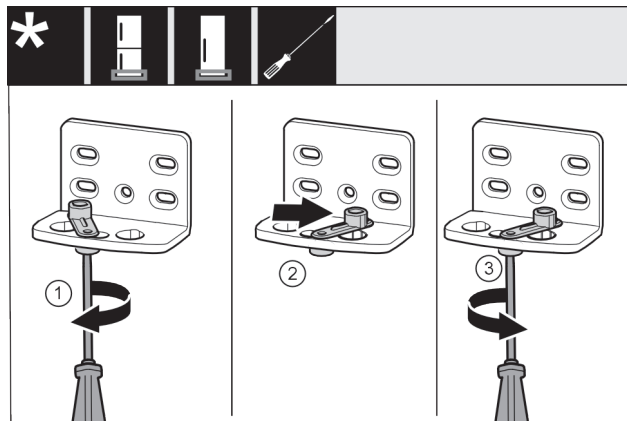

Fig. 41 *
- Allentare leggermente la vite Fig. 41 (1) con un cacciavite.*
- Sollevare l'ausilio di chiusura della porta Fig. 41 (2) e ruotarlo nel foro di 90° a destra.*
- Stringere la vite Fig. 41 (3) con un cacciavite.*